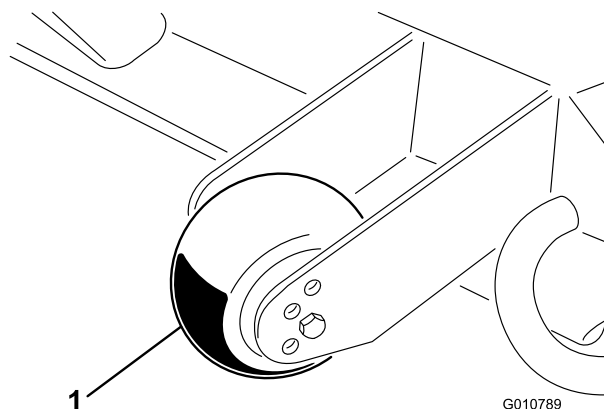

Bild 11
1. Entfernen Sie die Kopfschraube und Mutter, mit denen die Radstelze an den Mähwerkhalterungen befestigt ist (Bild 11).